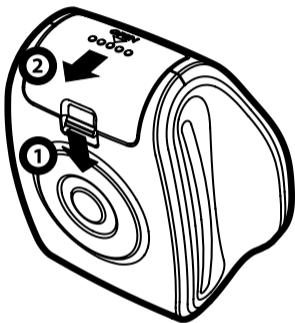

Рис.7. Порядок действий
- Откройте батарейный отсек, как показано на Рис.7: нажмите на запирающий язычок в направлении стрелки 1 и сдвиньте крышку батарейного отсека в направлении стрелки 2;